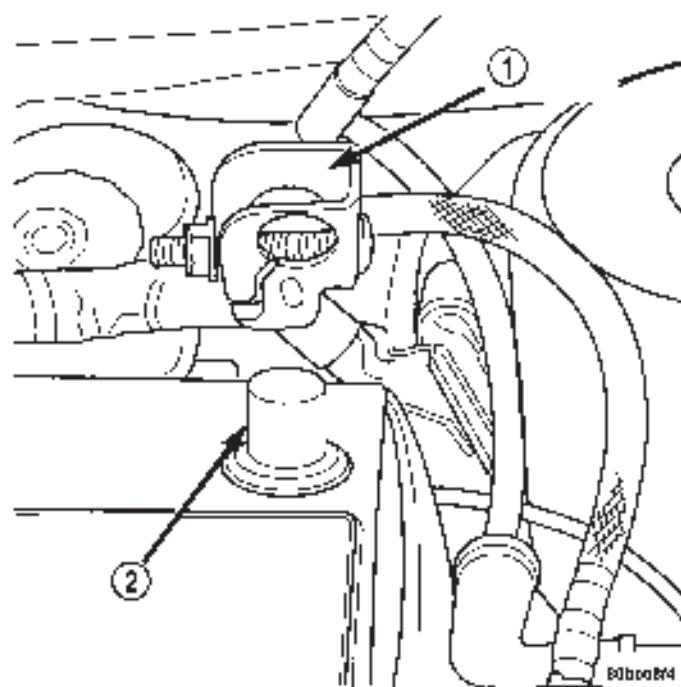

Fig. 6 Desmontaje/instalación del cable negativo de la batería
(1) Desconecte y aisle el cable negativo de la batería (Fig. 6).
(2) Quite el bisel central del tablero de instrumentos.
(1) Desconecte y aísle el cable negativo de la batería (Fig. 6).
(2) Abra la guanera y empuje los lados de la guanera hacia adentro permitiendo liberar a los topes de la puerta y a la guanera ir hacia adelante.
(3) Alcance la abertura interior y oprima los retenedores de la lámpara/interruptor hasta que los desacople.
(4) Jale hacia atrás el interruptor/lámpara y quítelo. Reemplace la lámpara. Para remplazar el interruptor desconecte el cable y reemplace el interruptor.
(2) Desmonte las cubiertas de vestidura izquierda y derecha del poste A.
(3) Quite la cubierta superior del tablero de instrumentos.
(4) Quite el bisel del módulo.
(5) Quite los cuatro tornillos de sujeción de la carcasa del módulo al tablero de la base.
(6) Jale el módulo hacia atrás para desconectarlo del tablero de la base.
(7) Quite el conjunto de módulo.
(2) Empuje los asientos hacia atrás hasta su posición máxima.
(3) Utilizando una varilla de vestidura (herramienta especial # C-4755), palanquee hacia afuera con cuidado sobre las molduras de vestidura izquierda y derecha del poste A y desmóntelas.
(4) Quite la cubierta superior. Refiérase a Desmontaje e instalación de la cubierta superior en esta sección.
(5) Jale hacia arriba con cuidado el bisel del módulo y quitelo del vehículo.
(6) Jale con cuidado hacia atrás sobre la cubierta inferior izquierda del tablero de instrumentos y quitela del vehículo.